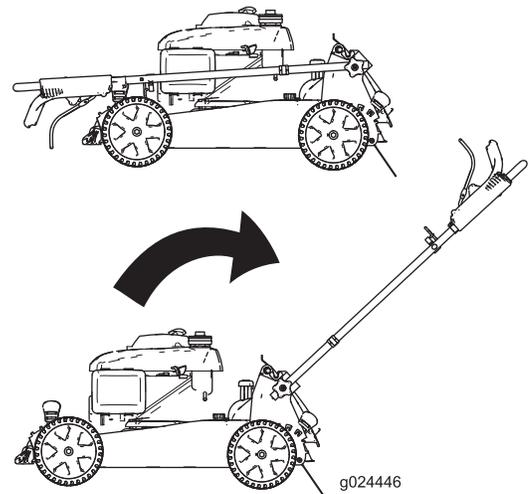

Figure 4
2. Placez le guidon en position d'utilisation (Figure 4).